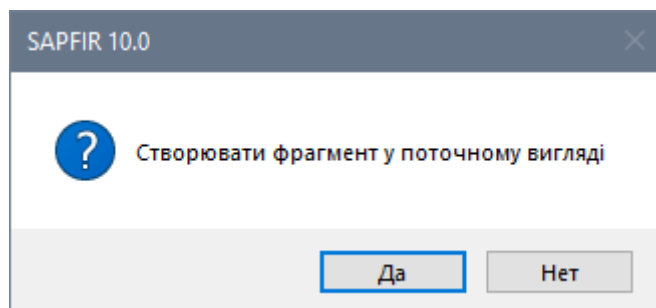

Рис. 24.25. Діалогове вікно **SAPFIR 10.0**
- У діалоговому вікні **SAPFIR 10.0** (рис. 24.25) натисніть кнопку **Ні**. План поверху отримає необхідне позначення вузла і відкриється нова закладка вікна, що містить відсічений фрагмент плану з назвою **Вузол Дж\_2/Дж\_1**.